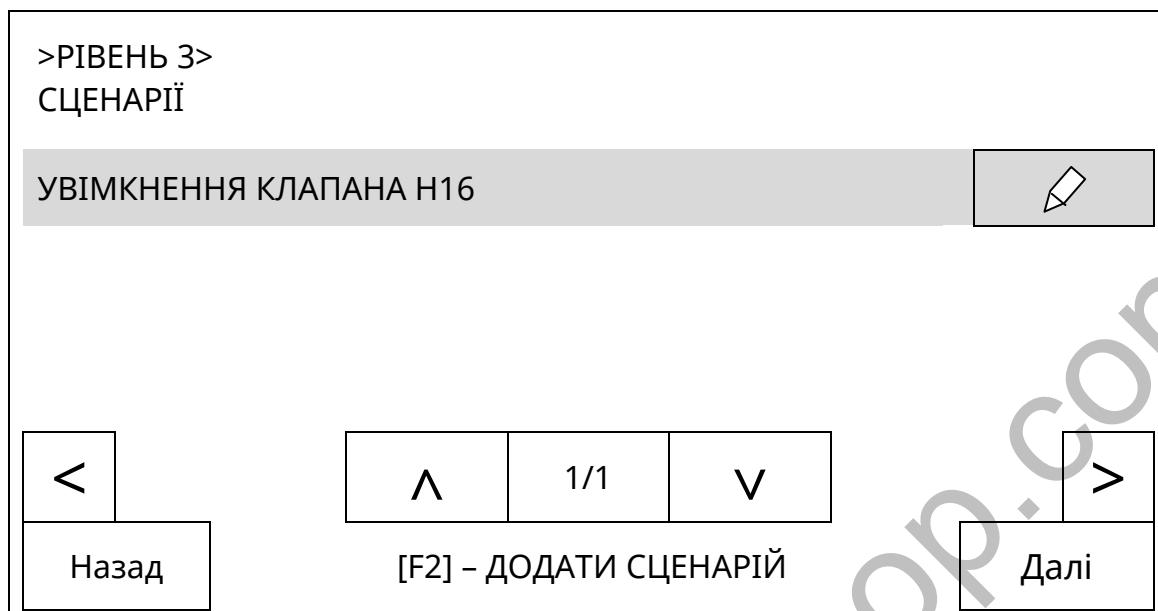

Рисунок 10.16.1 - Список сценаріїв (запрограмовано один сценарій)
10.16.1.1 Якщо доторкнутися до кнопки **[СЦЕНАРІЇ]**, відкривається вікно (рис. 10.16.1) в якому знаходиться перелік запрограмованих сценаріїв. На початковому етапі у вікні немає жодного сценарію. Створення будь-якого сценарію починається з виконання команди **[F2 – ДОДАТИ СЦЕНАРІЙ]**. Для редагування назви сценарію
Для формування списку дій окремого сценарію необхідно виконати наступну послідовність дій у вікні списку сценаріїв на дисплеї ППКП (рис. 10.16.1):